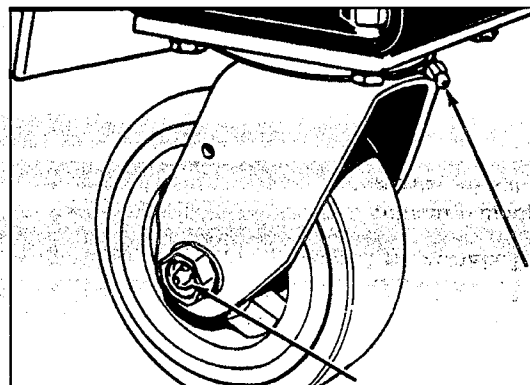

Figura 25
5. Utilice una pistola de grasa para lubricar la rueda propulsora y las roldanas pivotantes. Consulte la figura 25.